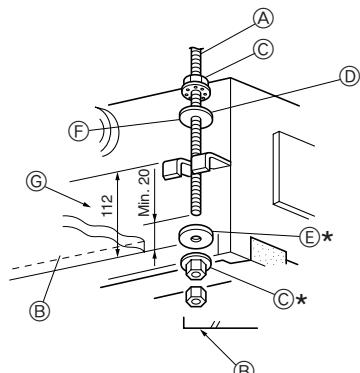

Fig. 2-7
- Draai de ringen ① ② (bijgeleverd) en de moeren (zelf aanschaffen) van te voren op de ophangbout. (Fig. 2-7)
- * Doe dit in deze volgorde (van boven af aan): moer, geïsoleerde ring ②, ring zonder isolatie ①, twee moeren.
- * Plaats de geïsoleerde ring ② met de isolatie naar beneden gericht, zoals in de afbeelding getoond.
- Til het apparaat op zijn plaats, op de goede positie ten opzichte van de ophangbouten. Steek de beugel tussen de ringen ① en ②, die zich reeds op hun plaats bevinden en zet deze vast. Doe hetzelfde op alle vier de plaatsen.
- Ⓓ Ring ② (met isolatie)
- Ⓔ Ring ①